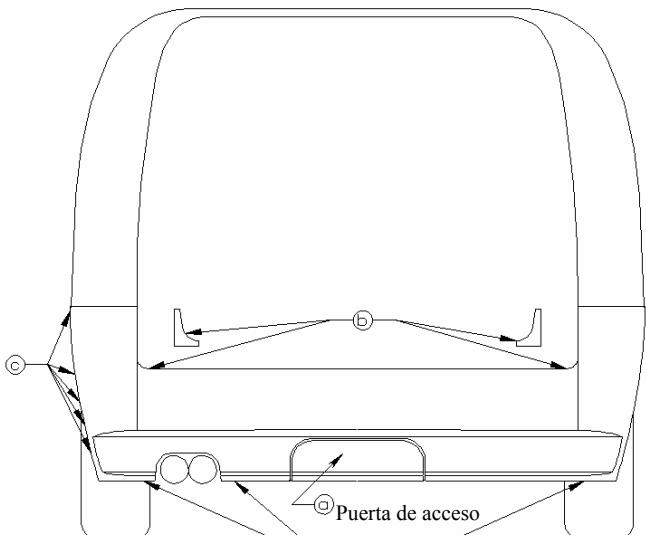

FIGURA 1
1. Retire la placa protectora como se muestra en la **Figura 1**: